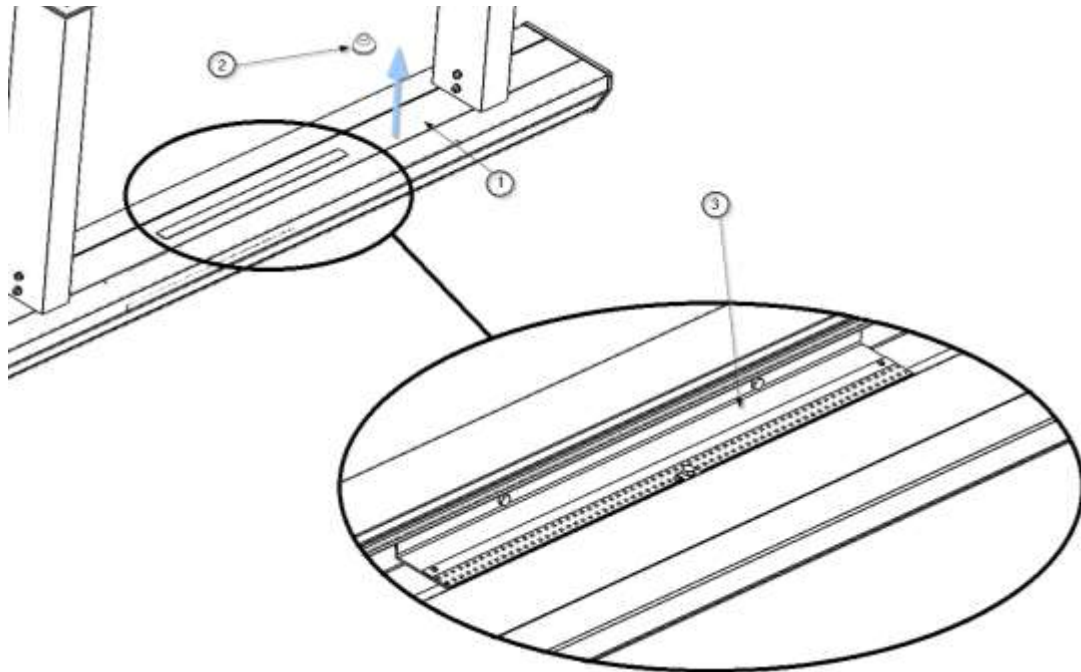

Abb. 4 Entfernen der Abdeckung des Hauptgehäuses
- Trennen Sie die Stromversorgung des Controllers ⑥ und den Schnellanschluss der LED-Streifen ②.
- Lösen Sie die Sechskantschrauben M4 x 16 ① DIN 933 und lösen Sie den LED-Streifen ② von der Halterung des Beleuchtungsmoduls ③, wie in Abbildung 4 dargestellt.
- Laschen ⑥, mit denen die Steuerungen ⑦ befestigt sind.